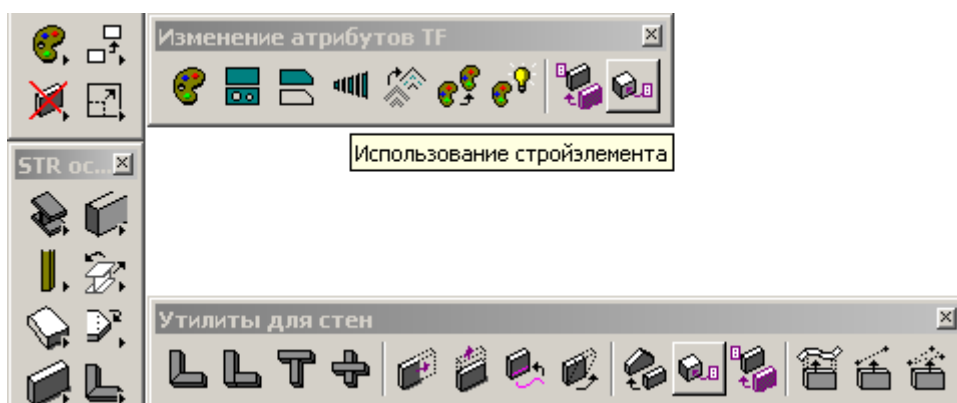

Рисунок 107
- Теперь нужно к полученному элементу прикрепить атрибутику *Семейство* и *Стройэлемент*. Для этого будет использован инструмент *Использование активного стройэлемента* (Рисунок 107).